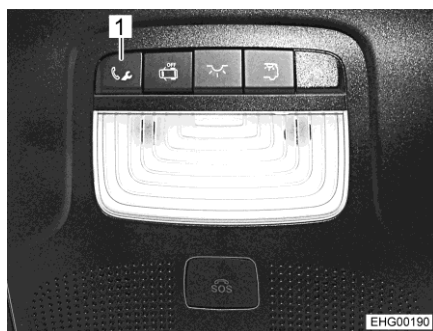

Fig. 7 Touche de demande de dépannage
- Appuyer sur la touche (Fig. 7,1) de demande de dépannage. Un appel du centre clients Mercedes-Benz est déclenché.